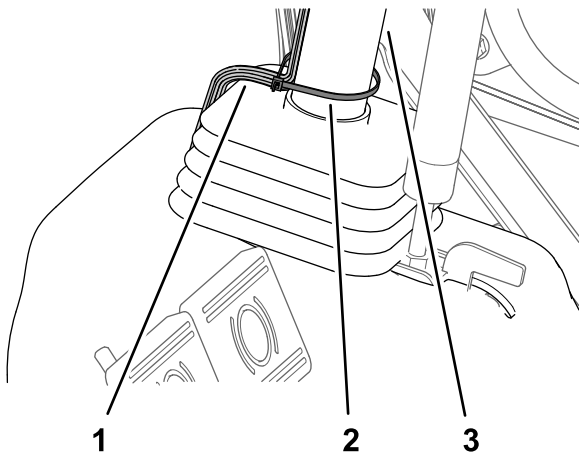

Figura 24
6. Sujete el arnés de cables del kit a la columna de dirección con una brida, como se muestra en Figura 24.